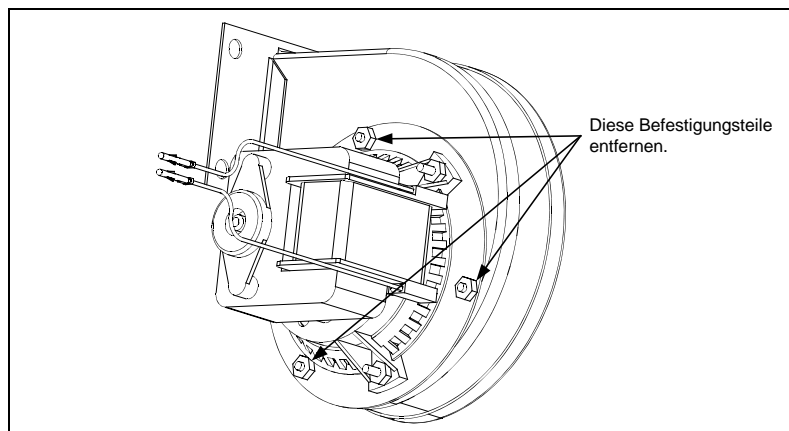

Abbildung 2
- Die drei Befestigungsteile entfernen, mit denen die Gebläsemotor-Baugruppe am Gebläsegehäuse befestigt ist. Die beiden Bauteile trennen. (Siehe Abbildung 2.)